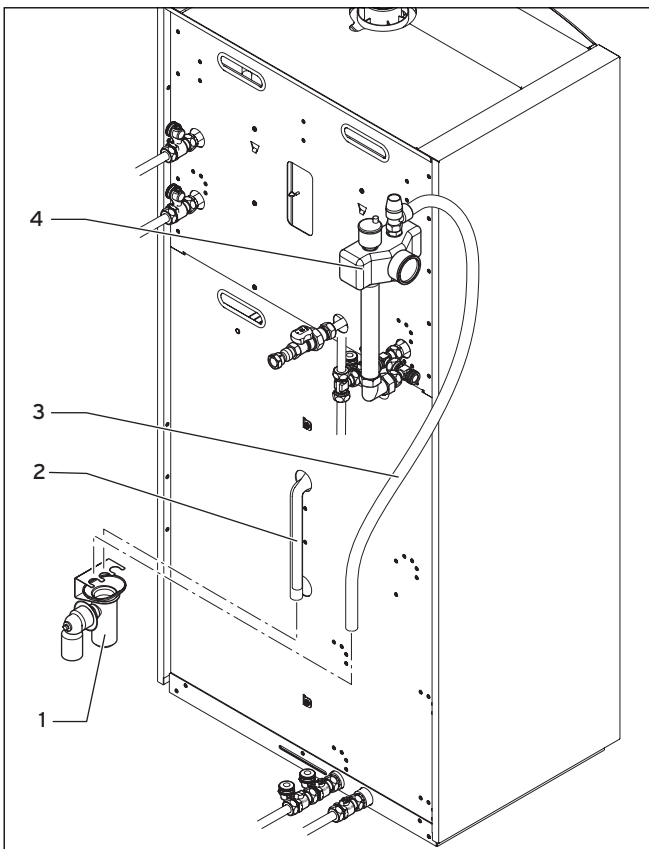

Abb. 5.8 Kondenswasserablauf montieren
- Führen Sie die Abblaseleitung (3) des Sicherheitsventils der Kesselsicherheitsgruppe (4) in ein Ablaufrohr mit Einlauftrichter und Siphon (1) ab (→ Abb. 5.8).